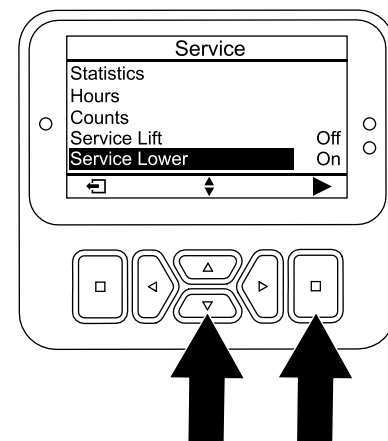

Figura 167
6. Pulse el botón Bajar hasta que quede seleccionada la opción SERVICE LOWER (Bajada de mantenimiento); luego pulse el botón Seleccionar (Figura 167).